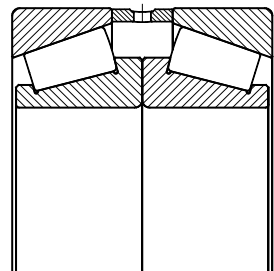

Abb. 2.13
**Gepaarte einreihige Kegelrollenlager** sind einbaufertige, vom Hersteller bereits eingestellte Lagerpaare. Dabei wird ein Paar einreihiger Kegelrollenlager mit Abstandsringen auf ein definiertes Axialspiel oder eine definierte Vorspannung eingestellt. Je nach Anwendungsfall können diese in X-, O- oder Tandemanordnung geliefert werden. Dadurch kann das Abstimmen der Zwischenringe bzw. das Einstellen der Lager bei der Montage entfallen. Verschiedene Typen gepaarter einreihiger Kegelrollenlager werden standardmäßig in X-Anordnung (Nachsetzzeichen **DF**, siehe Abb. 2.13) angeboten.